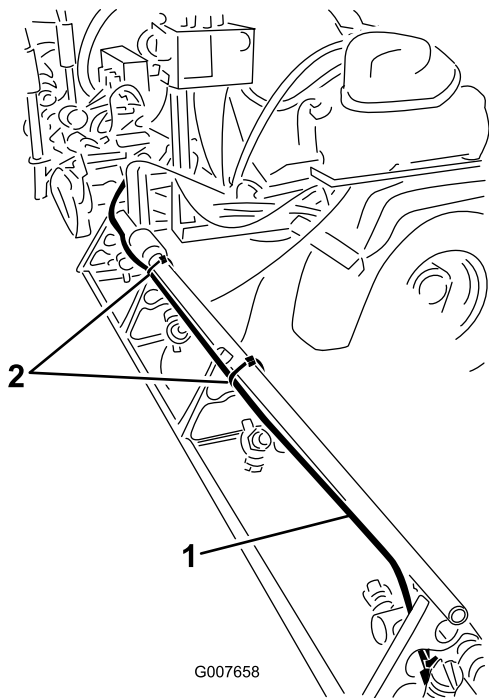

Figura 9
- En el brazo derecho, instale la manguera de espuma a lo largo del lado trasero del tubo superior (Figura 9).